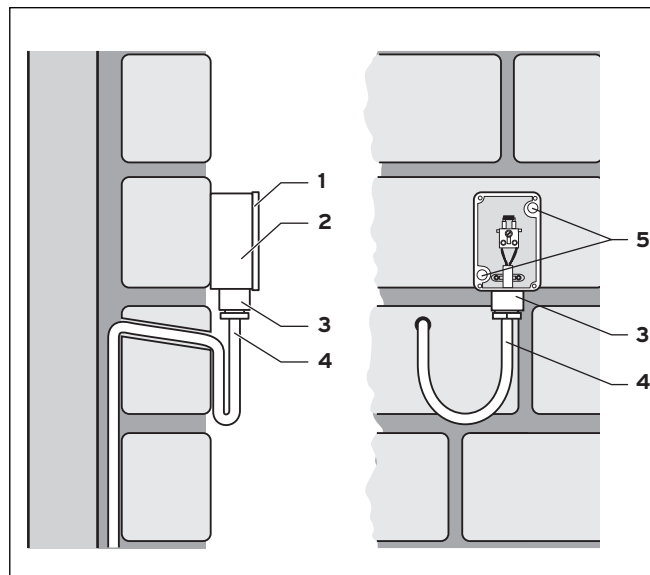

Fig. 4.2 Montaggio della sonda esterna VRC 693
- ⇒ Collegare il cavo di collegamento ai morsetti della sonda esterna come da fig. 4.2.